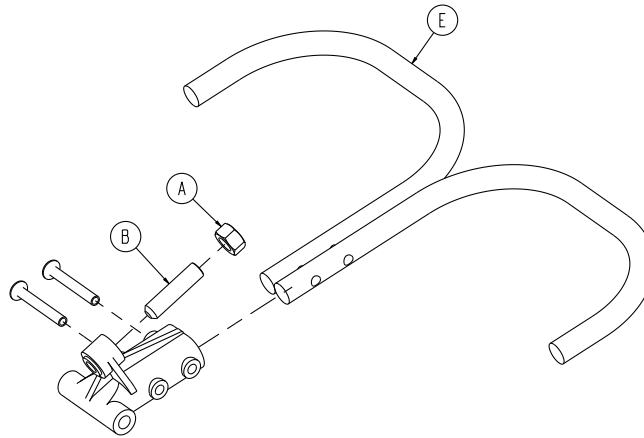

Figure 19 – Desserrer l'écrou hexagonal
10. À l'aide d'une clé mixte de 1/2 po, desserrer l'écrou hexagonal (A) sur le pivot de la poignée de déblocage du relève-buste à l'aide d'une clé à 6 pans de 5/32 po afin de maintenir la vis de blocage (B) fixée dans le pivot (Figure 19).
11. À l'aide d'une clé à 6 pans de 5/32 po, tourner la vis de blocage jusqu'à ce qu'il n'y ait plus de jeu entre la poignée de déblocage du relève-buste (E) et le bouton de déblocage du vérin pneumatique (Figure 19).
14. À l'aide d'une clé mixte de 1/2 po, serrer l'écrou hexagonal (A) tout en maintenant la vis de blocage (B) fixée dans le pivot (Figure 19).